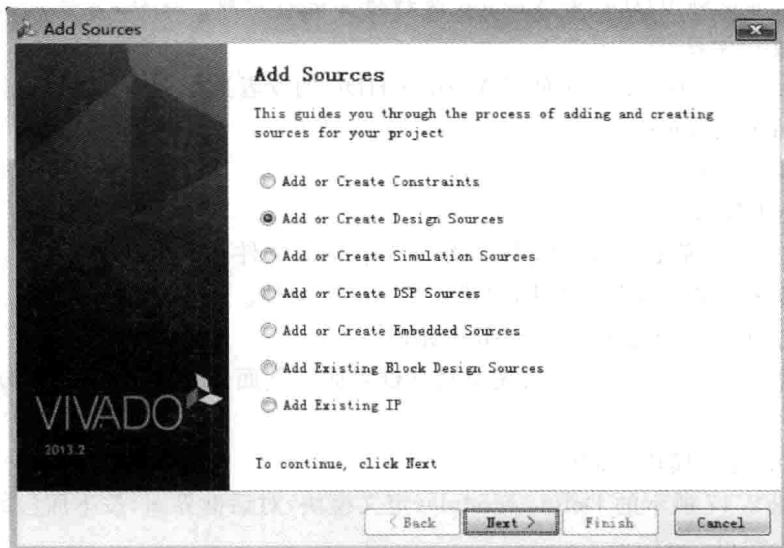

图 2.14 创建新的设计文件
(1) 在 Sources 窗口下,单击 按钮; 或者单击右键,出现浮动菜单,选择 Add Source...; 或者在 Vivado 主界面主菜单下,选择 File→Add Source...。
(2) 出现如图 2.14 所示的 Add Sources(添加源文件)对话框界面。该对话框界面提供了下面的选项:
- ① Add or Create Constraints(添加或者创建约束);
- ② Add or Create Design Sources(添加或者创建设计源文件);
- ③ Add or Create Simulation Sources(添加或者创建仿真文件);
- ④ Add or Create DSP Sources(添加或者创建 DSP 源文件);
- ⑤ Add or Create Embedded Sources(添加或者创建嵌入式源文件);
- ⑥ Add Existing Block Design Sources(添加已经存在的块设计源文件);
- ⑦ Add Existing IP(添加已经存在的 IP )。